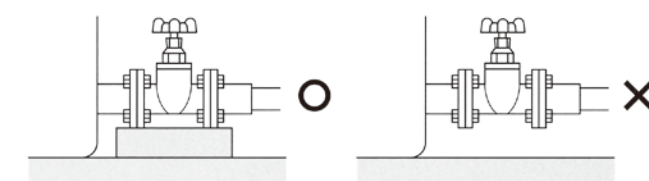

図8
- 配管時にはノズルに無理な力が加わらない様、パイプサポート等で支持、固定してください。(図 8 参照)